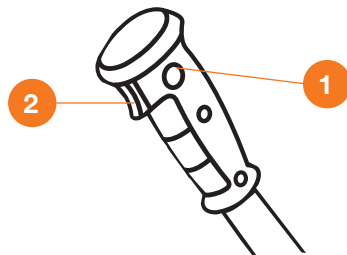

Рис. 14
- Разблокируйте выключатель, нажмите кнопку блокировки ① (Рис. 14).
- Удерживая кнопку блокировки, нажмите курок выключателя ②.
- Для отключения косы отпустите курок выключателя ②, обороты двигателя будут снижаться.